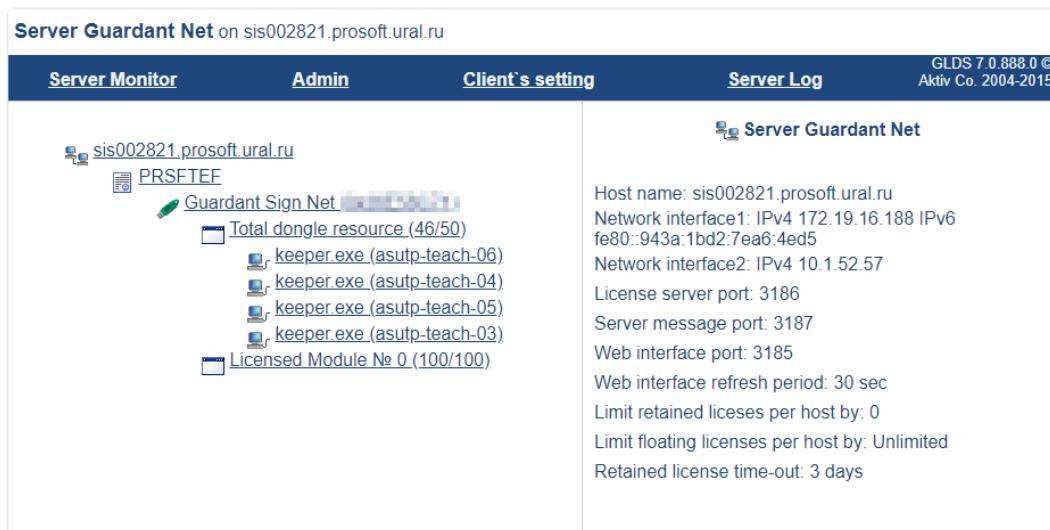

Рисунок 1 - Информация о ключе
6. Воспользуйтесь веб-интерфейсом по адресу: **127.0.0.1:3185**. На странице должна отображаться информация об аппаратном ключе (Рисунок 1).